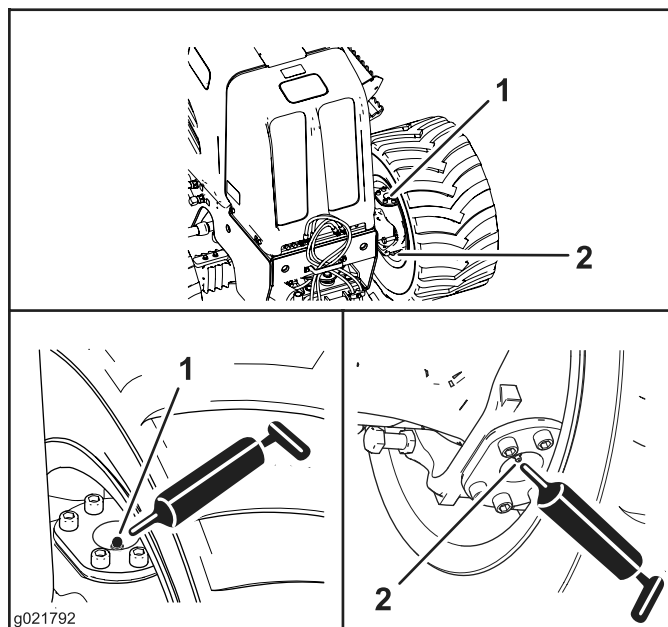
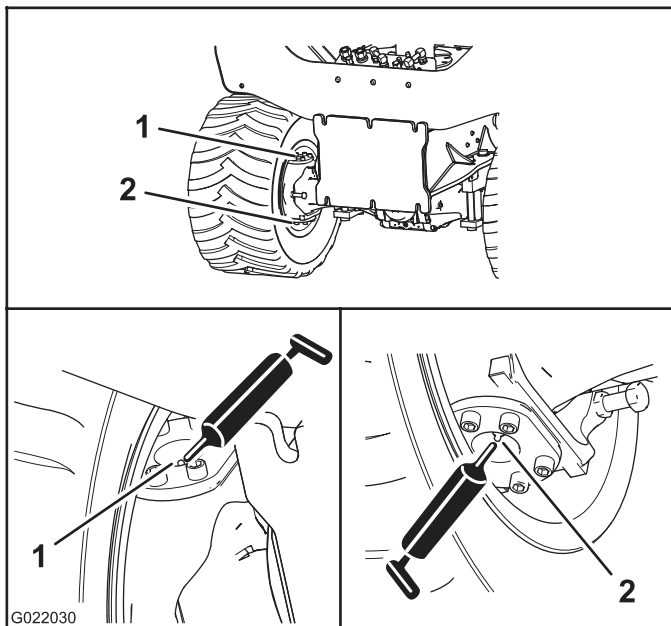

Рисунок 30
Рисунок 31
2. Подсоедините смазочный шприц к масленкам верхней и нижней осей поворота; введите консистентную смазку в каждую масленку, сделав 2-3 качания шприцом (Рисунок 30 и Рисунок 31).